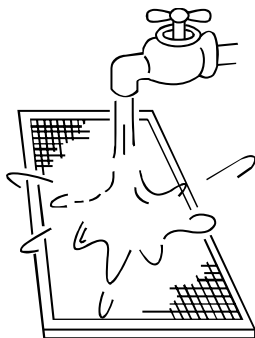

Abb. 6
- Während der Reinigung mit Wasser soll die Lufteingangseite nach unten zeigen (siehe Abbildung 6).